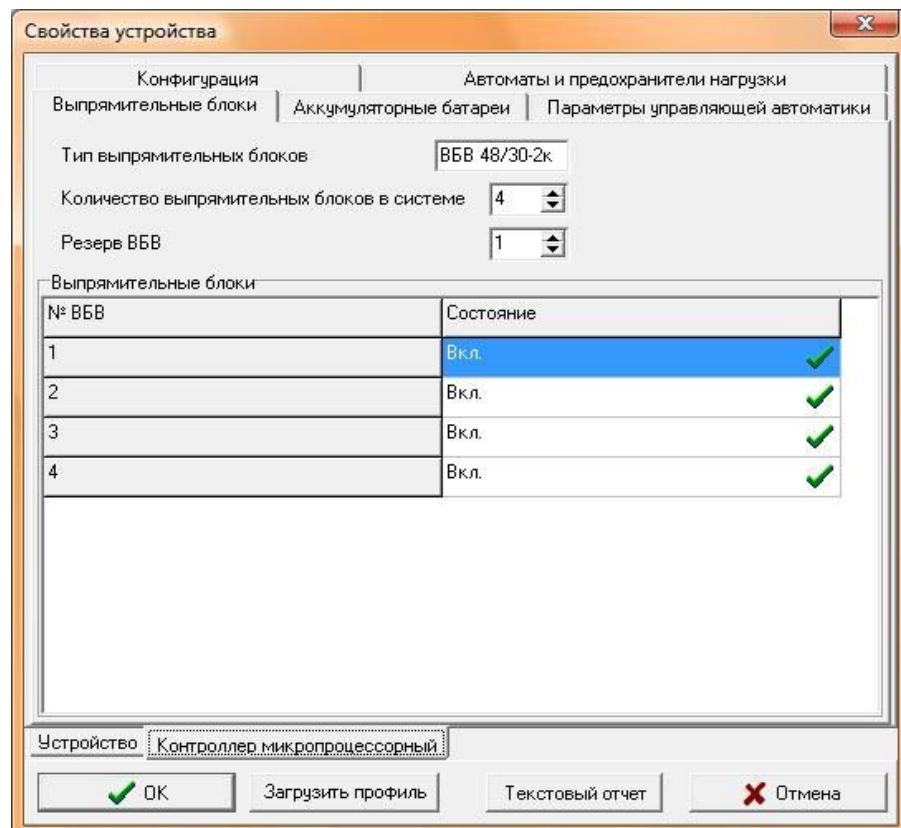

Рис. 111. Вкладка «Выпрямительные блоки»
- *Таблица* — подключенные ВБВ. Для подключенных ВБВ в поле состояния указывается надпись «Вкл.» и иконка . Для отключенных ВБВ в поле состояния указывается надпись «Выкл.» и иконка . Рис. 111.